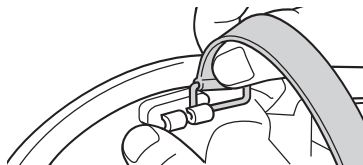

図75 リングを外す
2. 頭頂部2カ所については、リングごと外します。(図75参照)